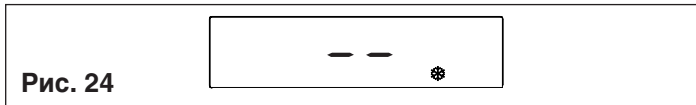

Рис. 24
- Защита от замерзания (рис. 24): если температура воды в котле опустится ниже безопасного уровня, включится циркуляционный насос и горелка на минимальной мощности, чтобы довести температуру воды до безопасного уровня (35°C). На дисплее загорится символ .